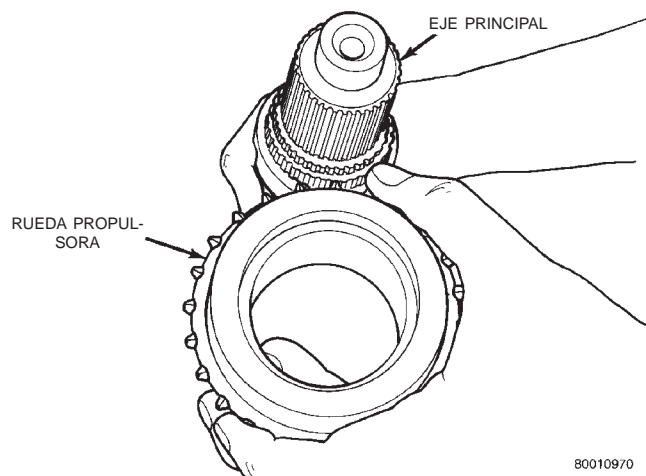

Fig. 30 Desmontaje de rueda propulsora
(3) Saque la rueda propulsora del eje principal (Fig. 30).